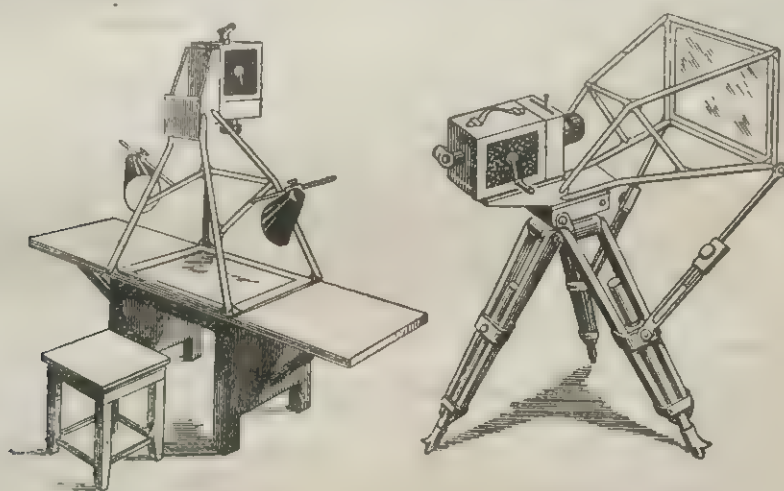

Рис. 114. Переносный станок для дорисовки системы В. и И. Никитченко
7. Укрепив рисунок на станке, оператор приступает к установке света и подгонке его к ранее снятой натурной части кадра. На рис. 114 показан перепосный станок для дорисовок, предложенный В. и И. Никитченко. Рисунок освещают полуваттным светом, причем источники света для получения точной экспозиции должны питаться стабилизированным напряжением.